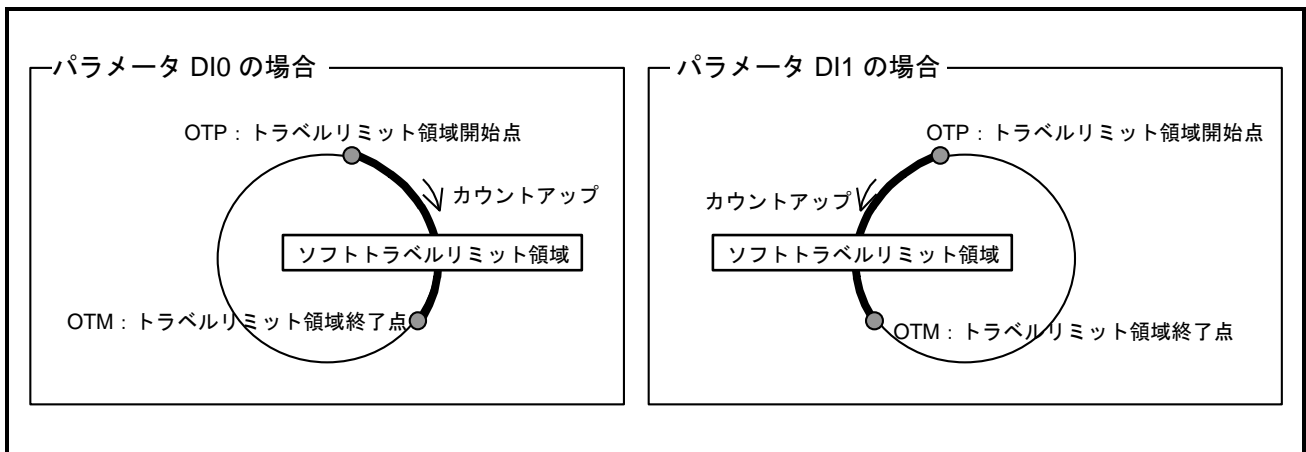

図 6-4 : ソフトトラベルリミット領域
- ソフトトラベルリミット領域は、パラメータ OTP、OTM : ソフトトラベルリミット によって設定します。リミット領域は「図 6-4 : ソフトトラベルリミット領域」に示すように、パラメータ OTP を基点として、座標カウントアップ方向に OTM までがリミット領域となります。